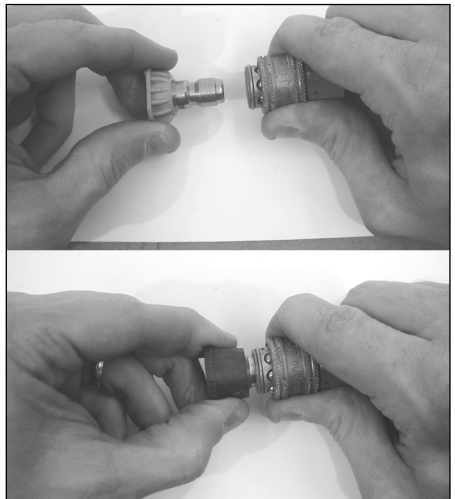

Figura 10 - Punta de conexión rápida
- 10. Instale la punta de conexión rápida, si se aplica (Vea la Figura 10).